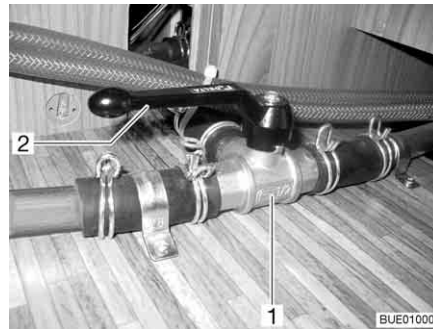

Fig. 194 Válvula de 3 vias
- Coloque a alavanca (Fig. 194,2) da válvula de 3 vias (Fig. 194,1) paralelamente ao sentido reto do fluxo (Fig. 194).
- Coloque a alavanca (Fig. 194,2) da válvula de 3 vias (Fig. 194,1) transversalmente ao sentido reto do fluxo.